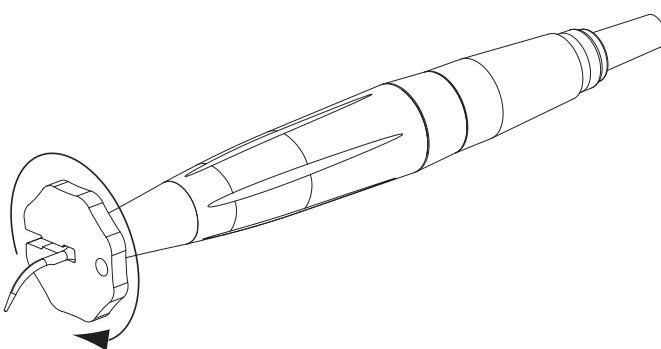

Рис. 5 Дотягивание концовки промежуточным ключом на болт
- Перед использованием насадок стерилизуйте их (глава 6 „Стерилизация и запасные части“). Наденьте выбранную насадку и затяните при помощи входящего в поставку гаечного ключа лишь с умеренной силой (**рис. 5 внизу**).